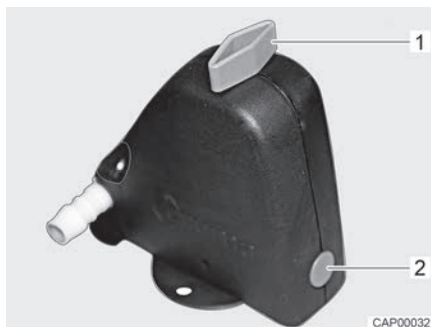
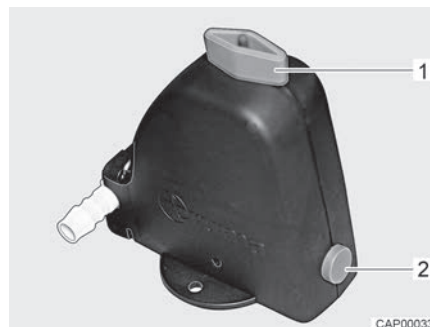

Bild 114 Säkerhets-/avtappningsventil stängd
Bild 115 Säkerhets-/avtappningsventil öppen
- Öppna säkerhets-/avtappningsventil (Bild 114). Vrid vredet (Bild 114,1) mot säkerhets-/avtappningsventilen. Tryckknappen (Bild 114,2) skjuts ut. Den öppna säkerhets-/avtappningsventilen visas i Bild 115.